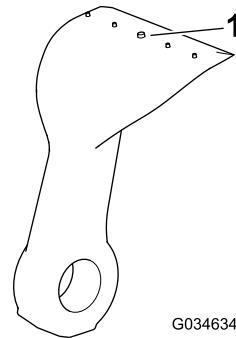

Figura 65
5. Inspeccione cada cuchilla en busca de desgaste excesivo usando la línea de desgaste (Figura 65). Si una cuchilla está desgastada hasta la línea de desgaste, cambie la cuchilla.